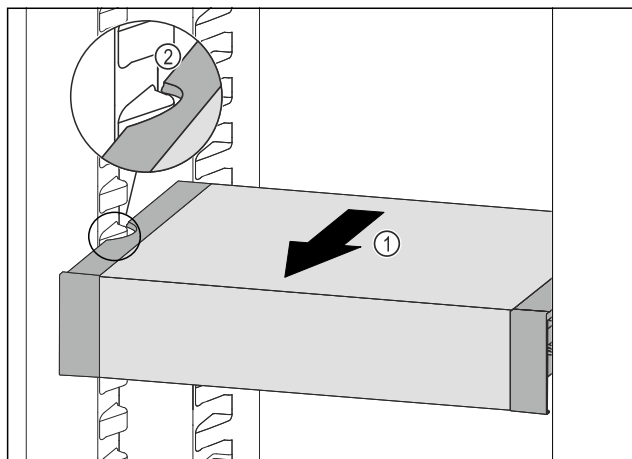

Fig. 121
- Tirare VarioSafe in avanti Fig. 121 (1) fino a quando le cavità laterali di VarioSafe non si trovano al livello della nervatura del contenitore nel vano frigorifero. Fig. 121 (2)